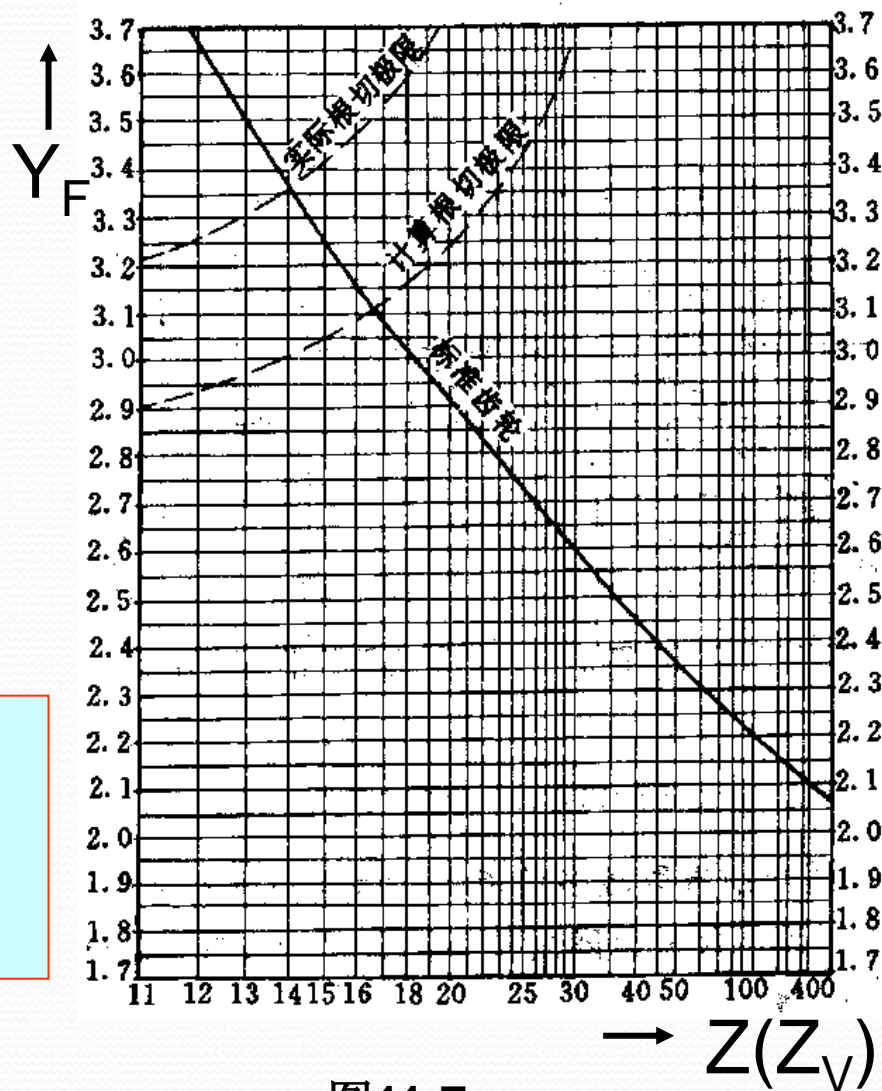

图11-7
Y_F —— 齿形系数 查图11-7;
(1) 查齿形系数 Y_F (图11-7 P.189): $Y_{F1}=2.57$, $Y_{F2}=2.18$
(2) 验算弯曲应力